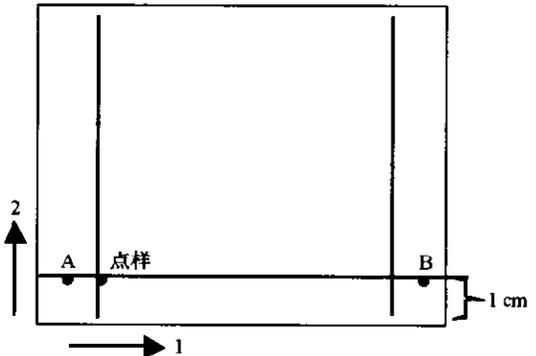

图 1 点样示范图
根据上述 5 种磷酸类脂组成 5 种磷酸类脂型见表 1, 点样示范见图 1。
1.4 点样与层析 (1) 薄板: Silica gel 60 F254 10cm × 10cm; (2) 溶媒系统: (a) 氯仿: 甲醇: 水 (65: 25: 4), (b) 氯仿: 醋酸: 甲醇: 水 (80: 15: 12: 4); (3) 点样并层析: 将测试样品点在图 1 的“点样”处, 每板上样量 10μL 左右 (点越小越好), 点 4 块板同时层析。如果加标准品只点 3μL (10mg/mL); (4) 层析: 采用两个密闭层析缸, 分别盛放溶媒系统 1 和 2。先将点样板放在 1 号溶媒系统中, 按 1 的方向上行, 溶媒展至顶部后取出薄板吹干。如需磷酸类脂标准品验证, 按图 1 所示, 在第 1 块板 A 处点 PE, B 处点 PME; 在第 2 块板 A 处点 PC; 在第 3 块板 A 处点 PI, B 处点 PG, 再将这 4 块板放入 2 号溶媒系统中, 按 2 的方向上行, 溶媒展至顶部, 取出薄板吹干后备用。(5) 薄